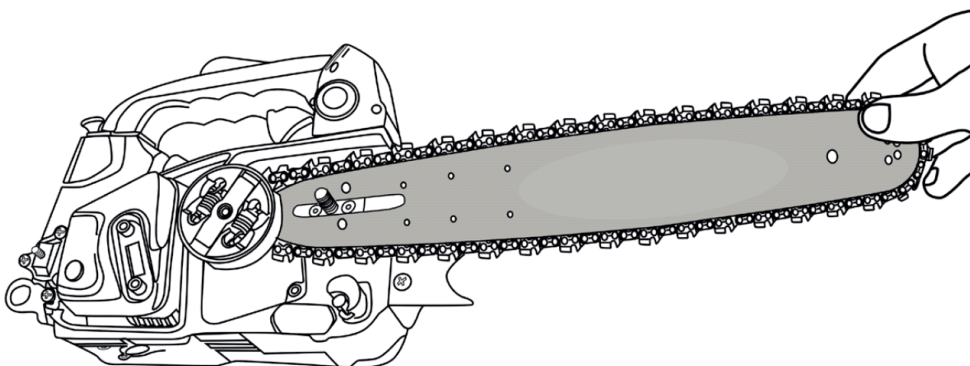

Рис. 7. Установка цепи
5. Наденьте цепь на ведущую звездочку и вставьте её хвостовики в паз пильного полотна. Убедитесь, что кромки режущих звеньев на верхней части полотна направлены к ведомой звезде пильного полотна и натяните цепь (рис. 7)